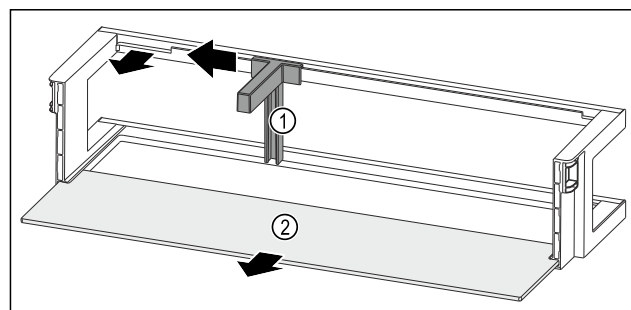

Fig. 111 Balconnet de contre-porte avec porte-bouteilles et tablette de rangement
- Pousser le porte-bouteilles Fig. 111 (1) sur le côté jusqu'à l'évidement.
- Retirer le porte-bouteilles Fig. 111 (1).
- Retirer la tablette de rangement Fig. 111 (2).